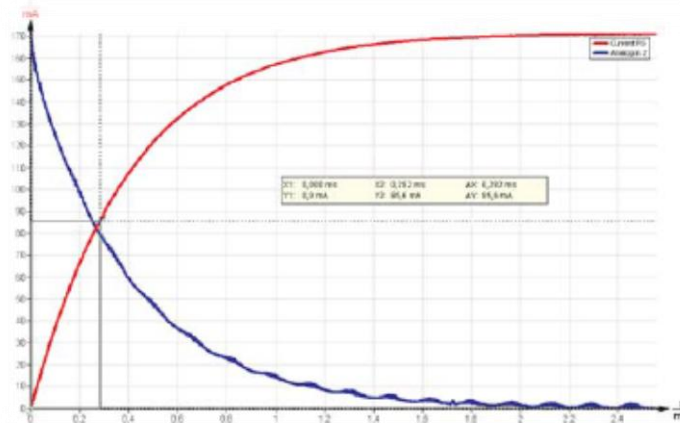

Figure. 12 : Courbe, de charge de L , de mesure expérimentale de $t_{1/2}$, τ et $I_0=I_{max}$.
- La courbe obtenue peut ressembler à ceci (Fig. 12):